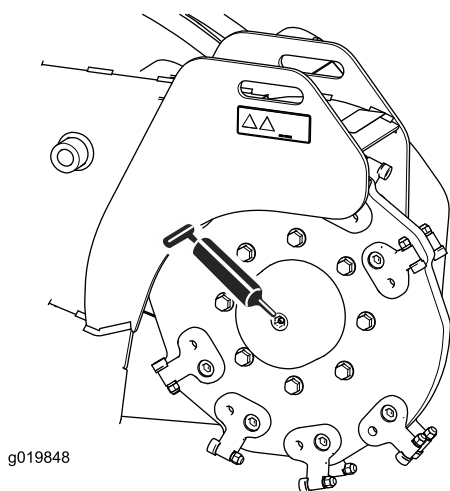
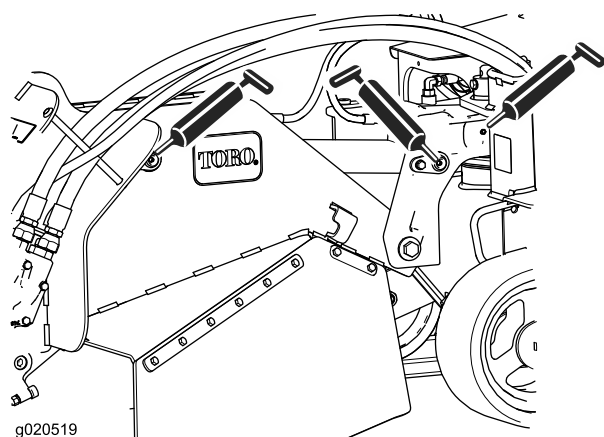

Figura 26
Figura 28
4. Conecte una pistola de engrasar a cada punto de engrase (Figura 26 a Figura 28).